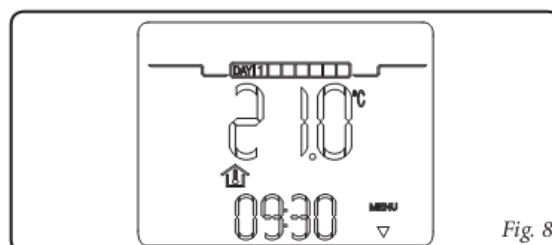

Fig. 8
- Stand.by/külmumiskaitse  asendis lülitub seade sisse vaid külmumiskaitseks. Tablool inditseeritakse kellaaja ja nädalapäeva, ruumitemperatuuri ja võimalike rikketeadete näidud. (fig. 8)